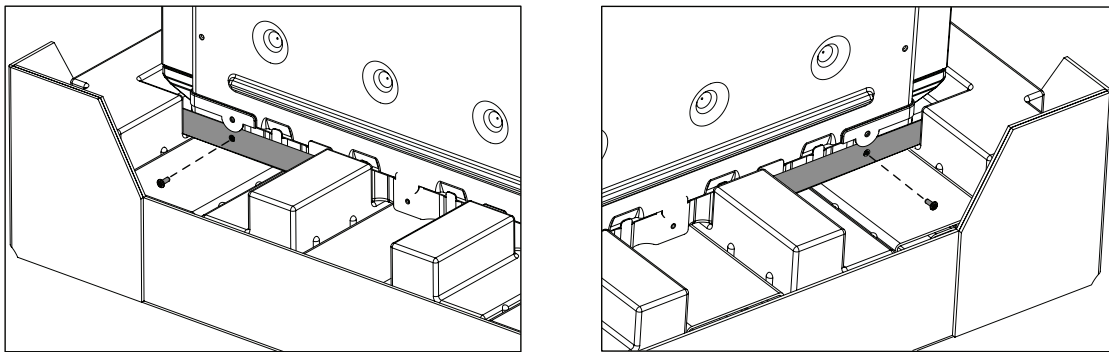

Figura 1: Como quitar los tirantes de izquierda y derecha del embalaje
- Destornille los tirantes de izquierda et derecha del embalaje, como se enseña en la Figura 1: Como quitar los tirantes de izquierda y derecha del embalaje.
La conexión del circuito con cuatro hilos es preferible pero donde los códigos locales lo permiten, se acepta también una conexión con tres hilos. Ver Figura 1: Instalación de los tres cables.